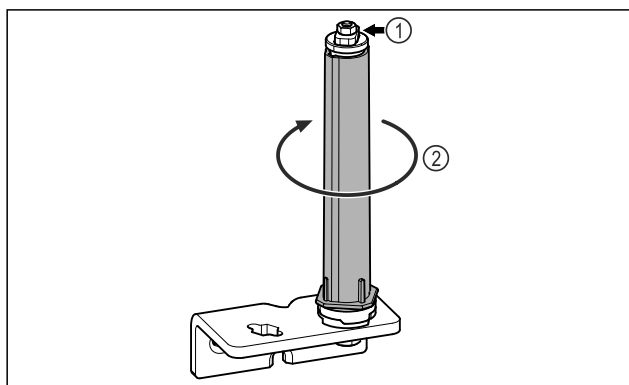

Fig. 25
- Ne pas démonter le système de fermeture de la porte Fig. 25 (1).
- Faire tourner le système de fermeture Fig. 25 (2) jusqu'à entendre un clic.